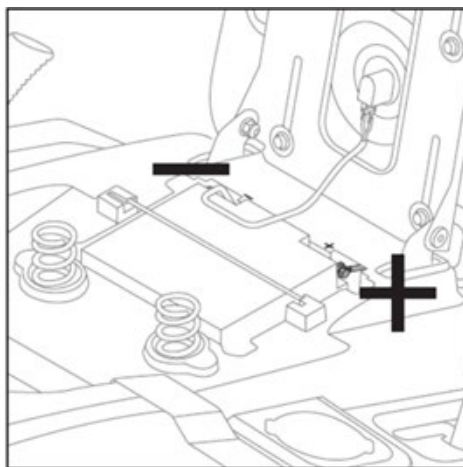

Fig.8
2. Collegare il cavo negativo (nero) al terminale negativo della batteria utilizzando il bullone e il dado (Fig.8).